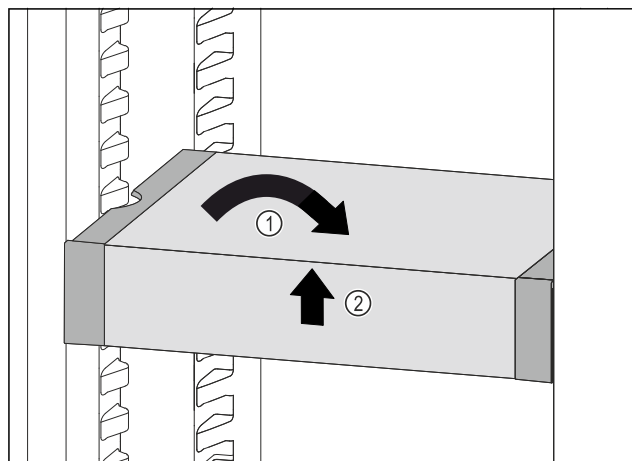

Fig. 118
- Ispravite VarioSafe. Fig. 118 (1)
- Podignite sprijeda VarioSafe. Fig. 118 (2)